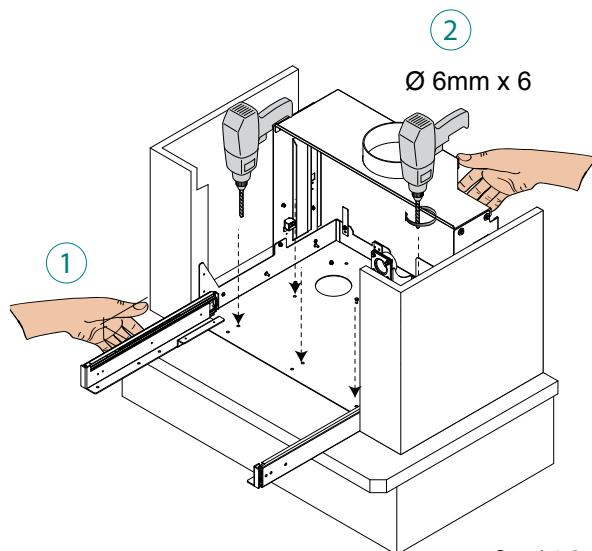

fig. 6.1.8
- 8) Posizionare la struttura portante dell'inserto nella posizione di installazione designata (1), contrassegnare e praticare 4 fori da Ø 6 per il fissaggio (2) (utilizzare la base della struttura come modello), quindi perforare con una punta del diametro di 6 mm (fig. 6.1.8)